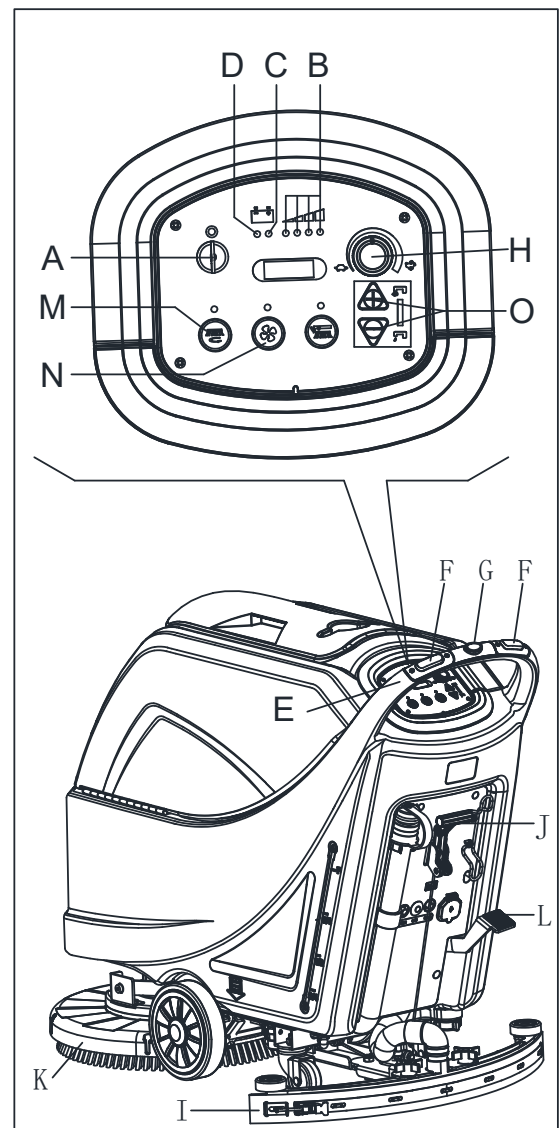

Figure 8
2. Insérer la clé de contact (A, Figure 8) et la tourner sur "I". Vérifier que le témoin lumineux vert (B) se met en marche (batterie chargée). Si le témoin lumineux LED jaune (C) ou rouge (D) s'allume, retourner la clé de contact sur "0" et charger les batteries (voir la procédure au chapitre Entretien).
- En la poussant avec les mains sur la poignée (E) (uniquement pour les machines sans traction).
- En la poussant avec les mains sur la poignée (E) et en appuyant sur le commutateur (F) pour avancer, ou en appuyant sur le commutateur (F) avec le commutateur (G) pour reculer (uniquement pour la machine à traction). La vitesse d'avancement peut être réglée avec le dispositif de réglage (H).
4. Abaisser l'embouchure (I) avec le levier (J).
5. Abaisser la plate-forme de la brosse/du plateau support disque(K) en appuyant sur la pédale (L). (uniquement pour la machine à disque)
6. Appuyer sur le commutateur de la brosse/du plateau support disque (M) sur le commutateur du système d'aspiration (N).
7. Appuyer sur les commutateurs de réglage du débit d'eau (O), si nécessaire, en fonction du type de nettoyage à effectuer.
- (uniquement pour les machines sans traction) en poussant la machine avec les mains sur la poignée (E) et en appuyant sur le commutateur (F).
- (uniquement pour les machines avec traction) en poussant la machine avec les mains sur la poignée (E) et en appuyant sur le commutateur (F). Si nécessaire, la vitesse d'avancement peut être réglée avec le dispositif de réglage (H).
1. Abaisser le pont de la brosse/du porte-tampon en appuyant sur l'interrupteur de la brosse/du porte-tampon (M Figure 8).
2. Tout en gardant les deux mains sur la poignée, appuyer sur l'interrupteur de sécurité (F, Figure 8), puis manœuvrer la machine et commencer à nettoyer/sécher le sol.